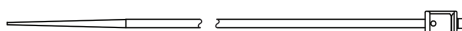

Abbildung 3: Dilator
3. einen Dilator (Abb. 3) mit hydrophiler Beschichtung, der dazu dient, das Gefäß für die Aufnahme der Einführschleuse zu erweitern.